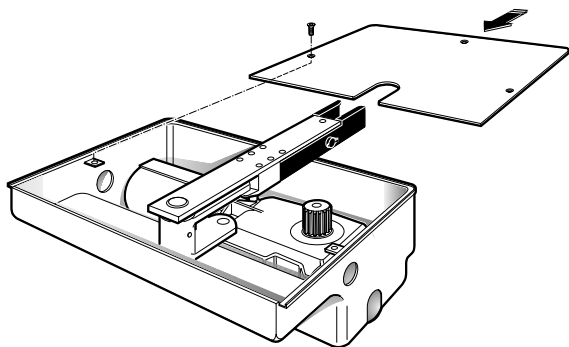

Abb. 14
- 6) Gehäusedeckel anhand der mitgelieferten Schrauben befestigen (Abb. 14).